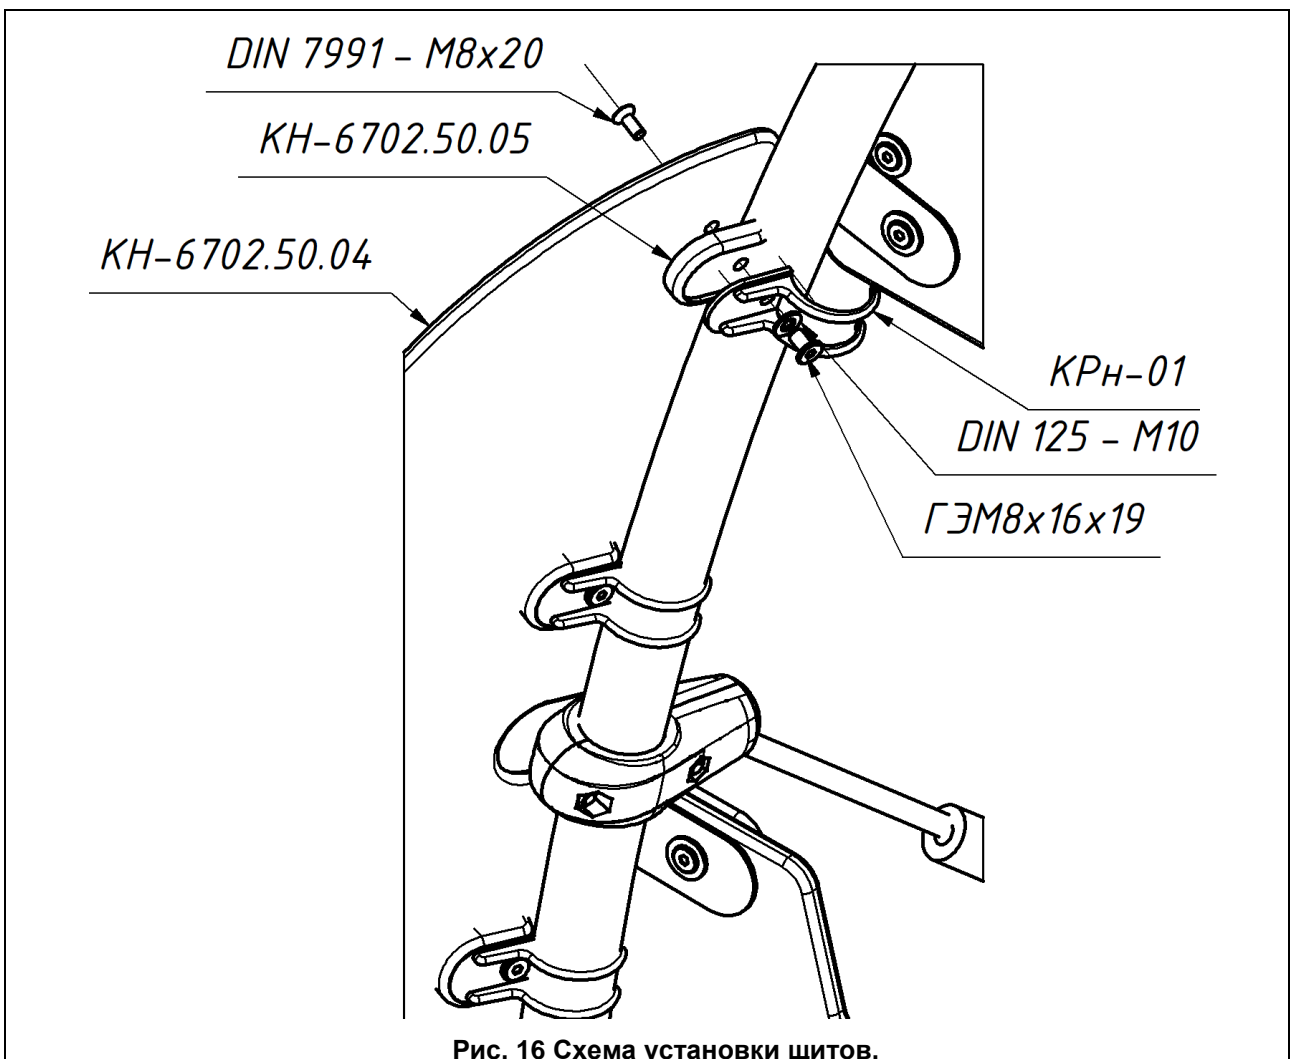

Рис. 16 Схема установки щитов.
24.10. В проемы между ребер панелей установить щиты согласно (Рис. 16).